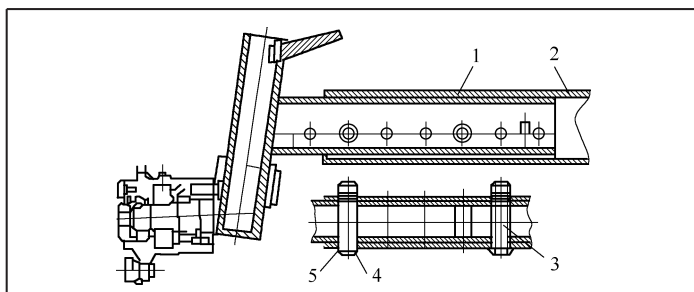

图 3-54 伸缩轴调整示意图
1) 伸缩轴调整法。如图 3-54 所示，这种结构主要由内轴管 1、外轴管 2、内轴管压套 5 和螺栓 4 组成。在轴管上有根据轮距要求均匀分布的孔，当需要调整轮距时，可将螺栓 4 取出，相对移动内外轴管来调整轮距。为了使内外轴管在侧面贴